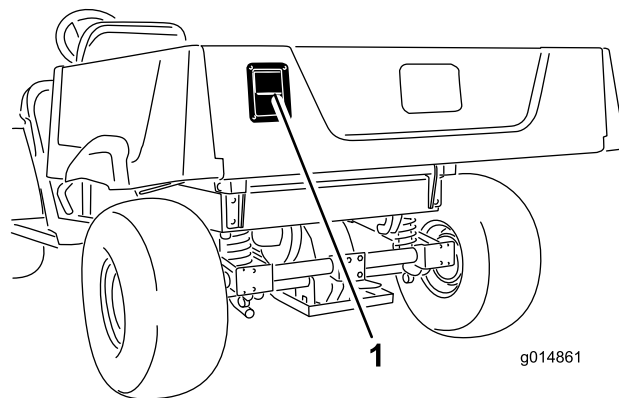

図 14
- ・ テールゲートを開けるには、ラッチを外側に引いて上に跳ね上げ、テールゲートをゆっくりと降ろす（図 14）。